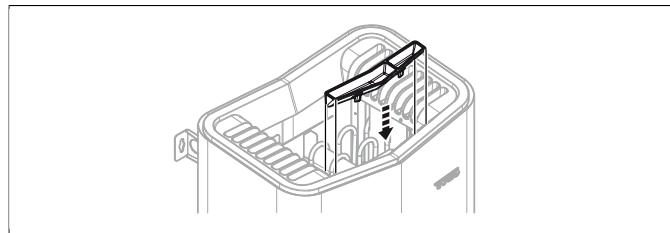

Fig 9: Montering av doftbehållare/luftfuktare
8. Montera örtskål/luftfuktare (se **Fig 9**, sidan 4).